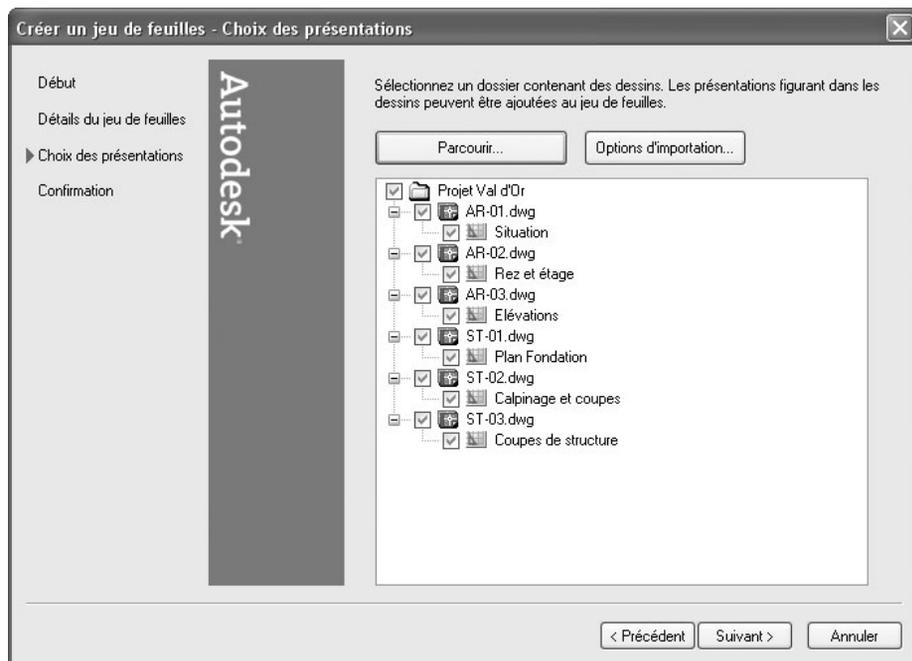

Fig.24.10
- 6 Sélectionner le dossier contenant les dessins à prendre en compte dans le jeu de feuilles. Cliquer sur **Parcourir** (Browse). Après sélection, la liste des fichiers et des présentations s'affiche dans l'assistant (fig.24.10).